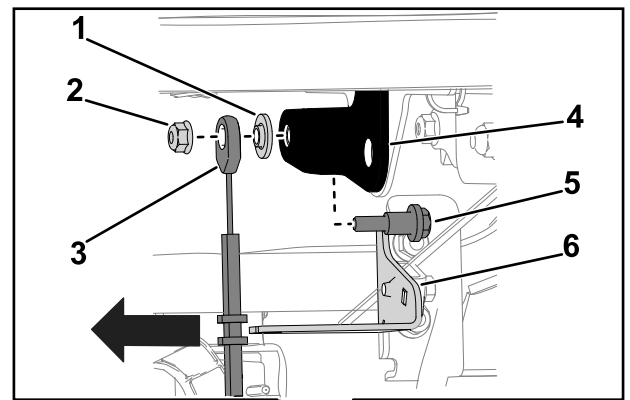

Figura 4
4. Remova a porca flangeada ($\frac{1}{4}$ pol.) e o parafuso com olhal ($\frac{1}{4} \times 1$ pol.) que prende o cabo da transmissão hidrostática ao seletor de velocidade. Guarde a anilha escalonada (Figura 4).
5. Remova o cabo da transmissão hidrostática do suporte do cabo de velocidade e da cobertura traseira (Figura 4).